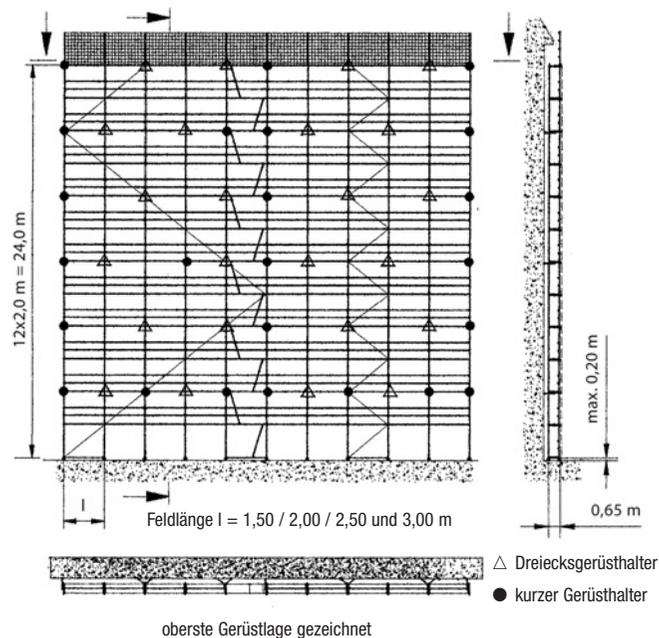

Bild 34
**Hinweis:** weiterer Aufbau wie in Bild 34 dargestellt und auf Seite 42 beschrieben